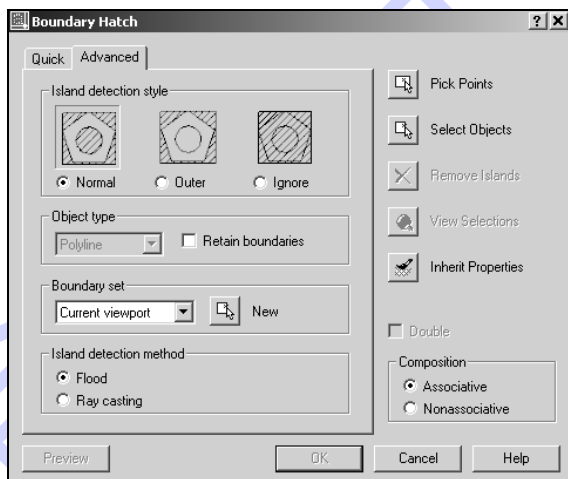

图 9-15 Advanced 选项卡
(16) Advanced。进一步设置填充边界和填充方式。单击该按钮时 AutoCAD 会弹出如图 9-15 所示的 Boundary Hatch 对话框的 Advanced 选项卡。
- Inherit Properties 继承特征选用图中已有的图案作为当前的填充图案。单击该按钮时,AutoCAD 返回作图屏幕,同时提示用户选取一个已有的填充图案。用户选取后,AutoCAD 返回图 9-15 所示的对话框,同时该对话框内会显示出刚选取的填充图案的名称和特性参数。